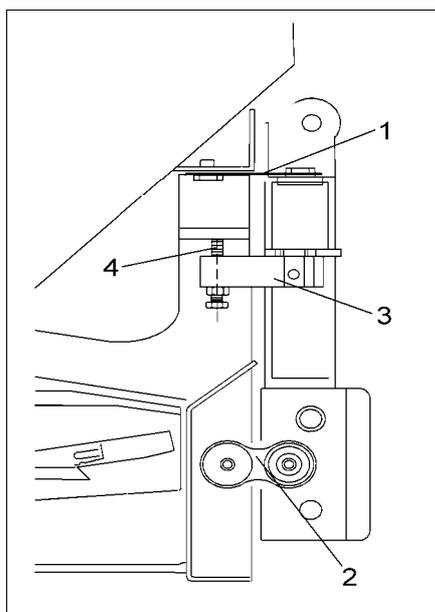
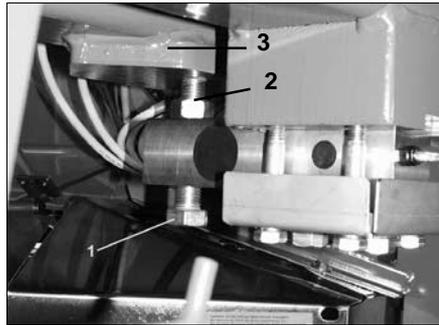

Fig. 35
Fig. 36
Les ressorts à lame (Fig. 35/1) et les pattes de fixation (Fig. 35/2) doivent se trouver en position horizontale car sinon les résultats de mesure seront falsifiés.
Après l'épandage d'environ 10.000 kg la vis de mesure (Fig. 35/4) risque de s'être affaissée ou de s'être enfoncée dans le support (Fig. 36/3). Les ressorts à lame peuvent donc s'être décalés par rapport à la position horizontale.
La vis de mesure (Fig. 36/1) est située au centre, sous le châssis de l'épandeur, dans la cellule de pesée.
- Desserrez le contre-écrou (Fig. 36/2)
- Réglez la vis de mesure (Fig. 36/1)
- Serrez le contre-écrou (Fig. 36/2)